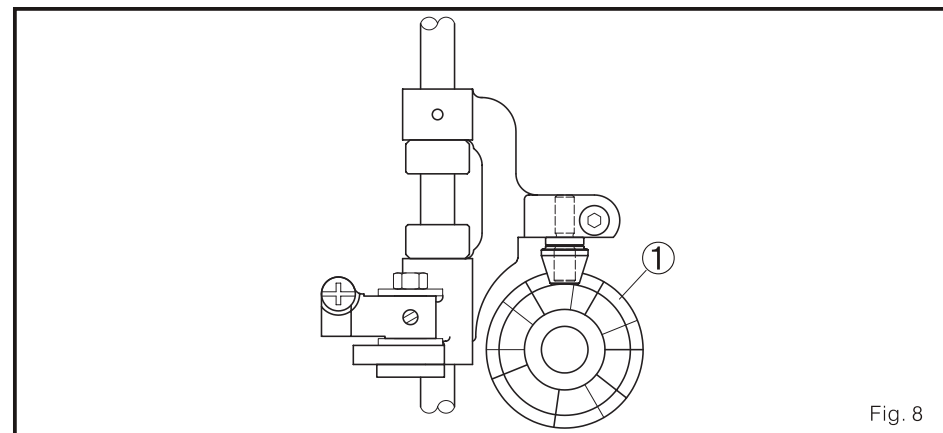
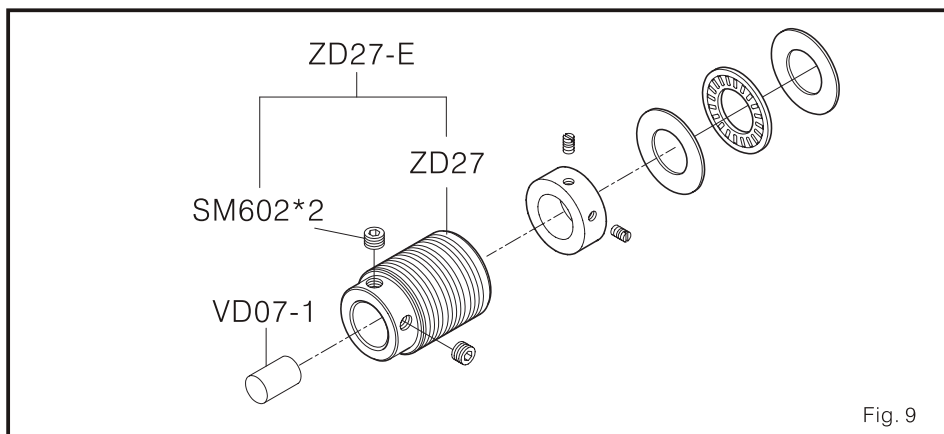

Fig. 8
Fig. 9
1. Quando a agulha se move a franja 0, o ponto morto inferior, superfície da coleta ZE08 1 estará no ponto mais baixo. Quando a agulha está se movendo para cima a partir da terceira franja situada na superfície da lâmina agulha abaixo do buraco da agulha. La superfície da coleta ZE08 1 estará no ponto mais alto. (Fig. 8, fig. 9)